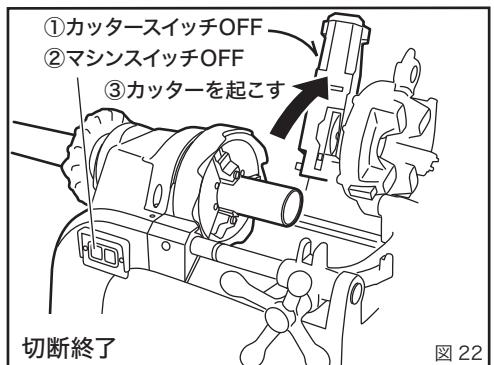

図 22
4. 切断終了 (図 22)
- ①カッターのスイッチを OFF にします。
- ②マシンのスイッチを OFF にします。
- ③刃物とパイプの回転が停止したのを確認してから、カッターを起こしてください。